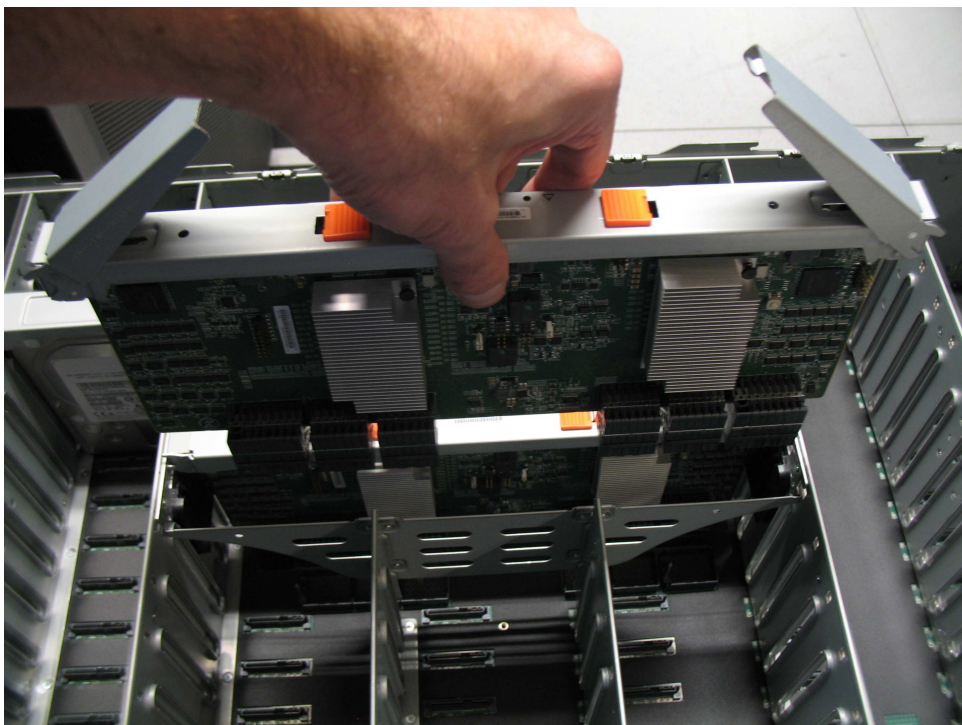

Abbildung 115. Sekundäres Erweiterungsmodul entfernen
4. Heben Sie das sekundäre Erweiterungsmodul vorsichtig aus dem Gehäuse (siehe Abb. 115 auf Seite 133).